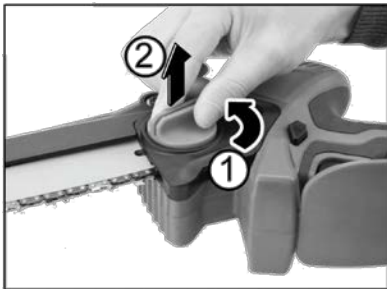

Рисунок 2
3.1.2 Відкрутіть ручку натягувача ланцюга (5, рисунок 1), від'єднайте захисну кришку вузла приводної зірочки (рисунок 2).